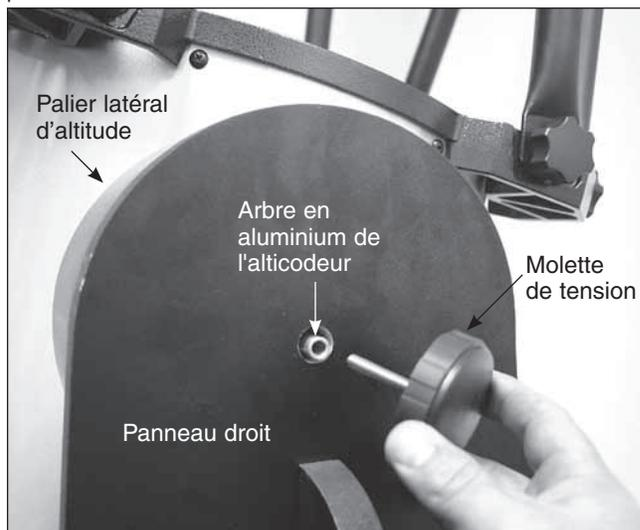

Figure 26. L'autre molette de tension s'insère dans l'arbre creux en aluminium de l'alticodeur et se visse dans l'autre palier latéral d'altitude sur le tube.
3. Insérez l'autre manette de réglage de la tension dans l'arbre creux en aluminium de l'alticodeur (qui dépasse du panneau droit) et à travers le second palier d'altitude (figure 26). Vous pouvez déplacer légèrement l'alticodeur de haut en bas avec la manette de façon à aligner la tige de la manette avec l'orifice fileté pratiqué dans le palier d'altitude du tube. Assurez-vous que cette manette est toujours bien serrée, sinon l'alticodeur de l'IntelliScope ne fonctionnera pas correctement.